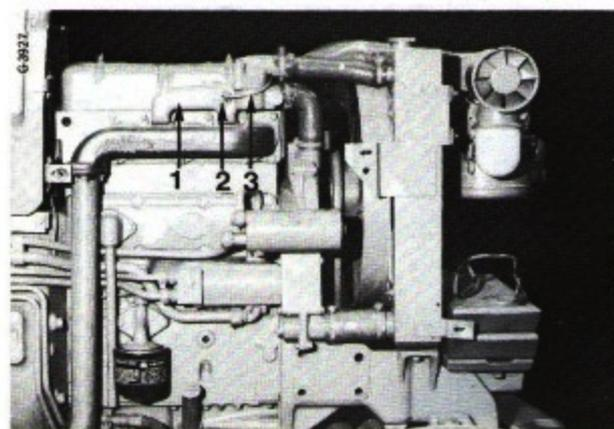

Fig. 68
Une sonde (2) Fig. 68 transmet la température du liquide de refroidissement à l'indicateur de température situé sur le tableau de bord. Si l'instrument n'enregistre pas la température, vérifiez d'abord le câblage (3) et assurez-vous qu'il est bien raccordé et isolé.